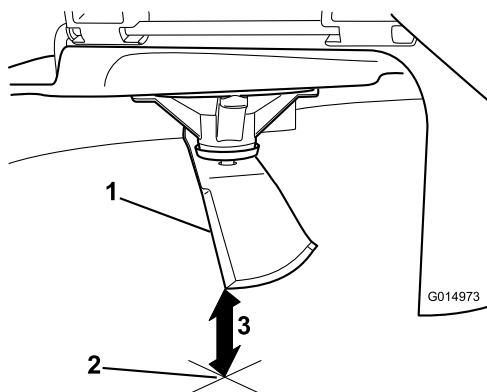

Figure 77
3. Mesurez la distance entre la pointe de la lame et la surface plane (Figure 77).